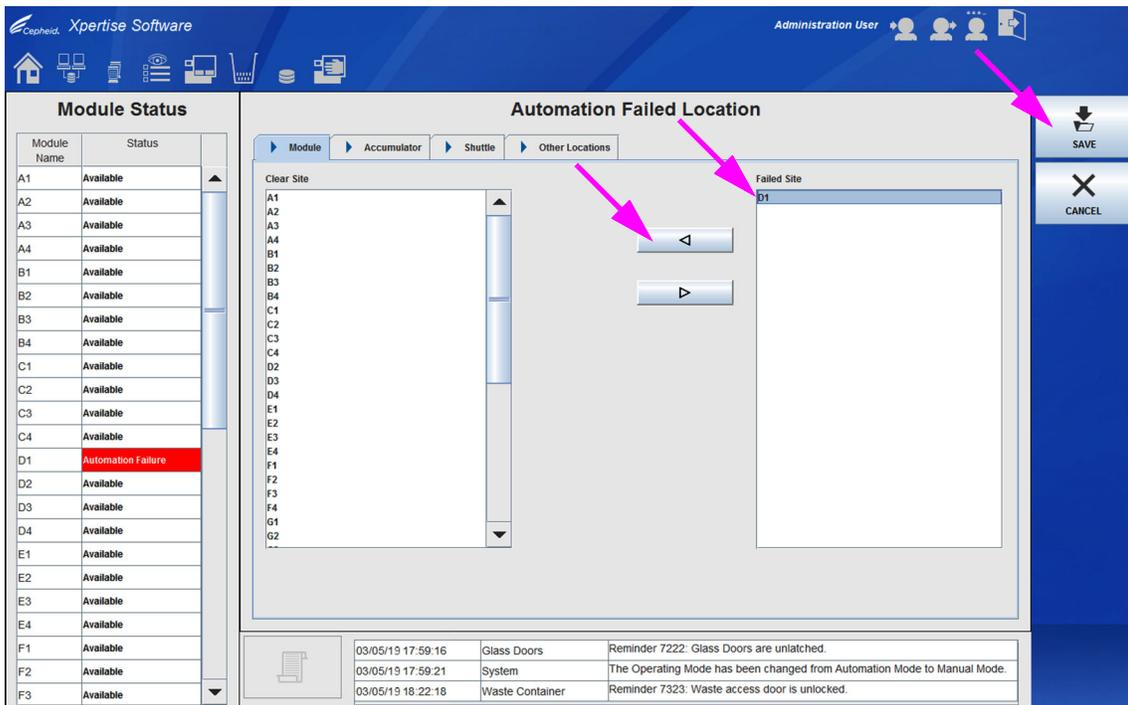

图 9-95. 显示模块故障位置为 D1 的自动化操作故障位置 (Automation Failed Location) 工作区
- 在自动化操作故障位置 (Automation Failed Location) 工作区中，从**故障位置 (Failed Site)** 面板中选择故障模块，然后选择左箭头 按钮，将其移至**正常位置 (Clear Site)** 面板。请参见图 9-95。
在图 9-95 所示的示例中，故障模块位置是位置 **D1**。